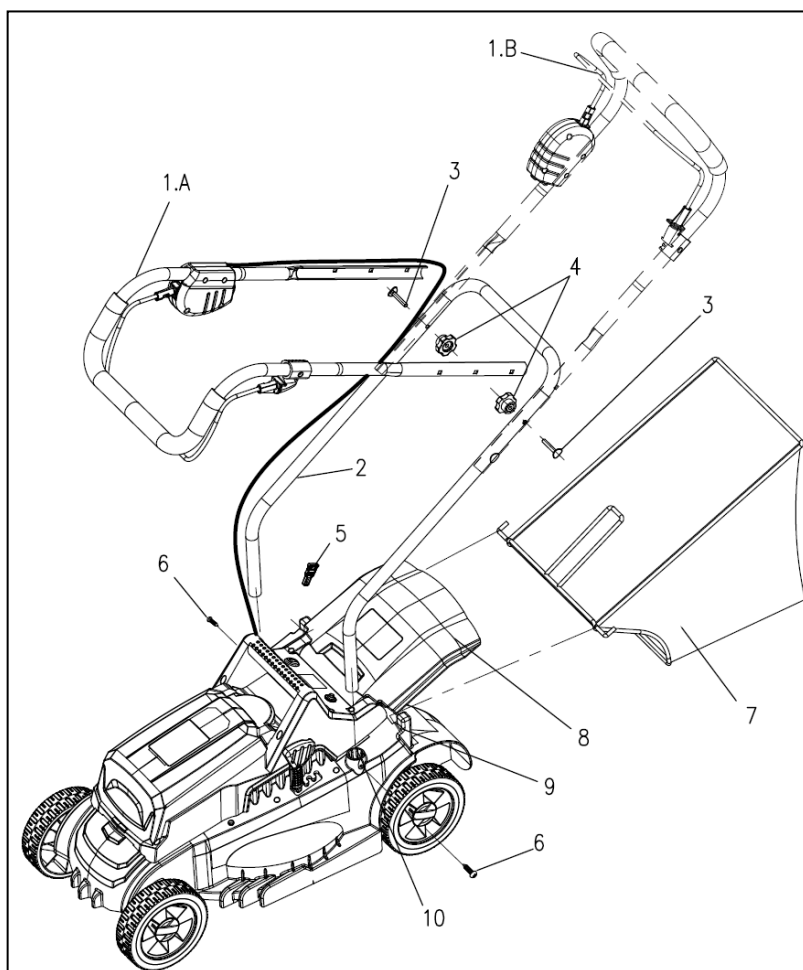

Fig. 1
1. Insérez la poignée inférieure (Fig.1 No.2) dans le trou de position (Fig.1 No.10) dans la partie principale en direction. Assurez-vous que la poignée inférieure est en place.
2. Insérez la vis B (Fig.1 No.6) dans le trou de la vis, puis serrez fermement la vis. Assurez-vous que la connexion est bien établie.
3. Tournez la poignée supérieure (Fig.1 No.1) de la position A à la position B, assurez-vous que le trou carré de la poignée supérieure est aligné avec le trou rond de la poignée inférieure. Il y a 3 trous carrés dans la poignée supérieure, choisissez celui qui convient à installer.
4. Insérez la vis A (Fig.1 No.3) dans le trou de vis, puis serrez le bouton de verrouillage (Fig.1 No.4). Assurez-vous que la connexion est bien établie.
5. Soulevez le capot arrière à la bonne position, puis placez le sac de ramassage des gaminées (Fig.1 No.7) sur la partie principale. Assurez-vous que le crochet dans le sac de ramassage d'herbe sur le poteau de position (Fig.1 No.9).
- Insérez la clé (Fig.1 No.5) dans la fente.